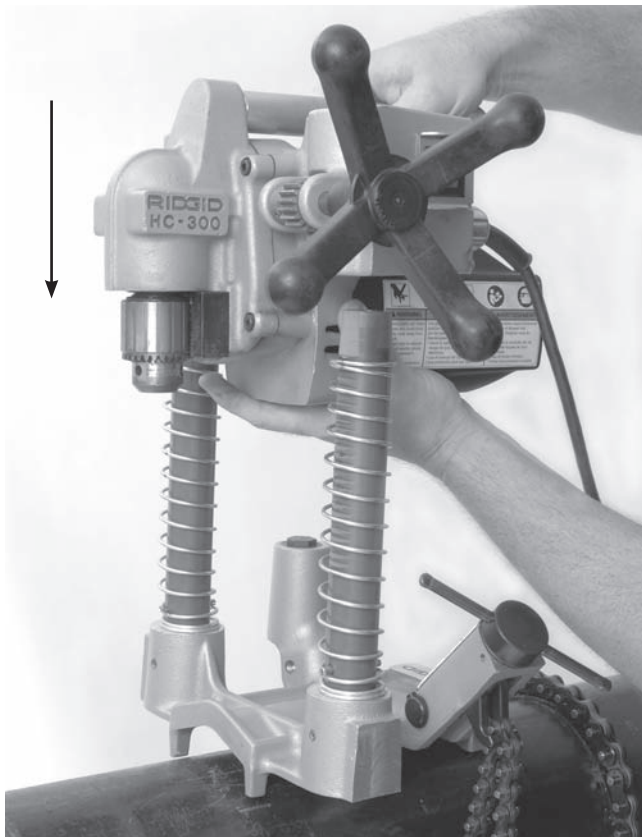

Рис. 9 – Крепление электродвигателя в сборе к основанию в сборе на модели HC-300
5. Осторожно поднимите двигатель в сборе и совместите отверстия для стоек в двигателе в сборе со стойками в основании в сборе. Прижмите двигатель в сборе так, чтобы плунжер вошел в зацепление со стойкой для фиксации двигателя в сборе на основании. Проверьте, что двигатель в сборе надежно прикреплен к основанию. (См. рис. 9.)